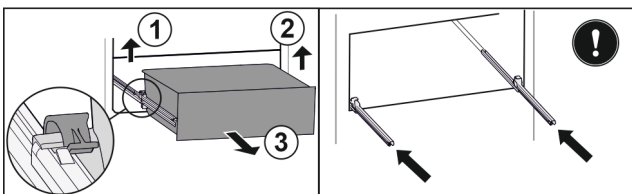

Fig. 112
- ▶ Повдигнете лявата скоба и едновременно с това изтеглете напред чекмеджето отляво. Fig. 112 (1)
- ▶ Повдигнете дясната скоба и едновременно с това изтеглете напред чекмеджето отдясно. Fig. 112 (2)
- ▶ Извадете чекмеджето напред. Fig. 112 (3)